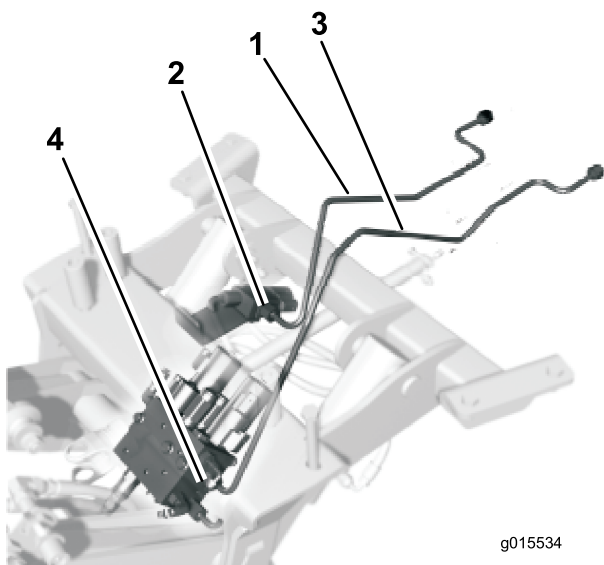

Figura 4
1. Montate il tubo idraulico più corto senza fissarlo al raccordo diritto sulla valvola (Figura 4).
2. Montate il tubo idraulico più lungo senza fissarlo al raccordo diritto sul collettore (Figura 4).